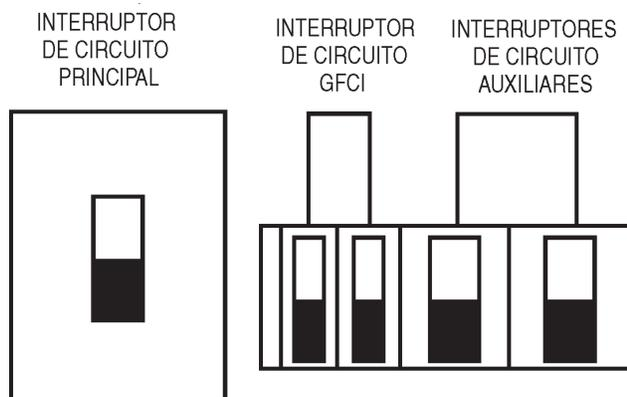

Figura 54. Interruptores principal, AUX. y GFCI (APAGADOS/OFF)
1. Coloque los interruptores **PRINCIPAL**, **GFCI** y **CARGA** como se muestra en la Figura 54 en la posición **OFF (APAGADO)**. (sino carga).
1. Para apagar el motor en el caso de una emergencia, ponga los interruptores: **principal**, **GFCI** y **carga** (Figura 54) en posición **APAGADO**.